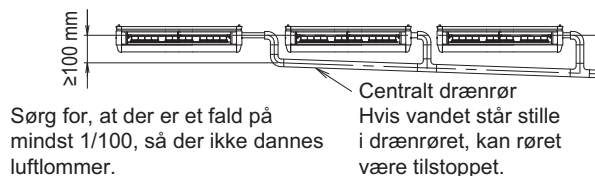

Fig. 28
- Undgå at bøje eller at tvinde den monterede drænslange (1), hvilket kan beskadige den. (Dette kan medføre vandlækage).
- Følg anvisningerne i fig. 28 ved tilslutning af det centrale drænrør. Vælg en passende diameter på det centrale drænrør, så det passer til den indendørsenhed, som skal tilsluttes. (Se de tekniske data).